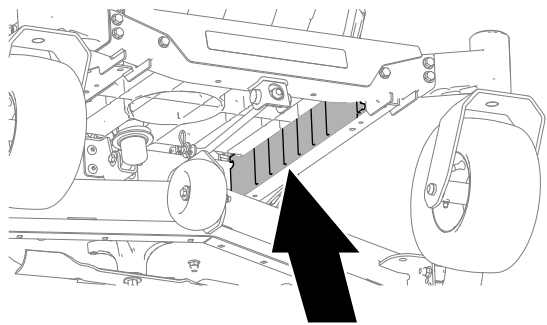

**Bild 2**
1. Entfernen Sie an der linken Rahmenschiene die beiden Bundkopfschrauben ( $\frac{1}{4}'' \times \frac{5}{8}''$ ), mit denen die Schutzleiste an der Rahmenschiene befestigt ist (**Bild 2**).